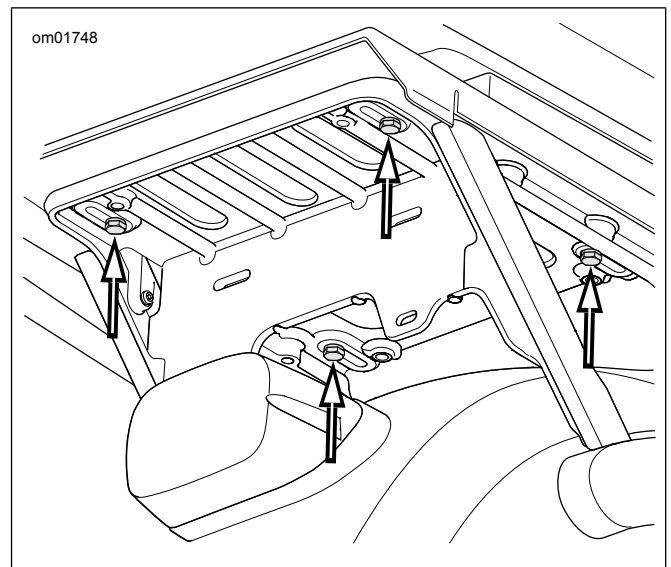

Figura 4. Tornillos del soporte de Tour-Pak (modelos APC/China)
- c. **Modelos APC:** vea Figura 4 . Retire los cuatro tornillos, las arandelas planas y la placa adaptadora de la bandeja de soporte. Deslícela hacia adelante para soltar los ganchos en L.